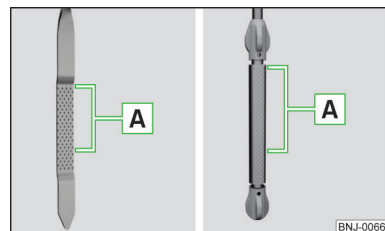

Fig. 170
Nivelul de ulei trebuie să se situeze în zona **A** » fig. 170. Dacă nivelul de ulei este sub zona **A**, completați ulei.
- Nivelul uleiului nu trebuie să fie în niciun caz în afara zonei **A** » fig. 170 - există pericol de deteriorare a motorului, precum și a instalației de evacuare a gazelor arse.